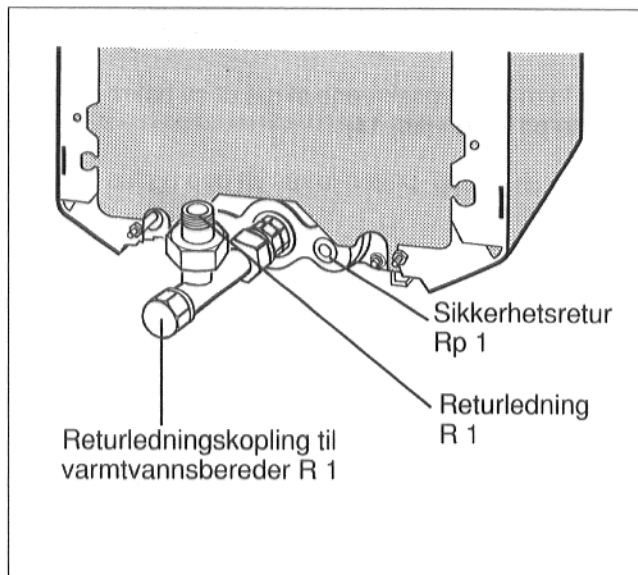
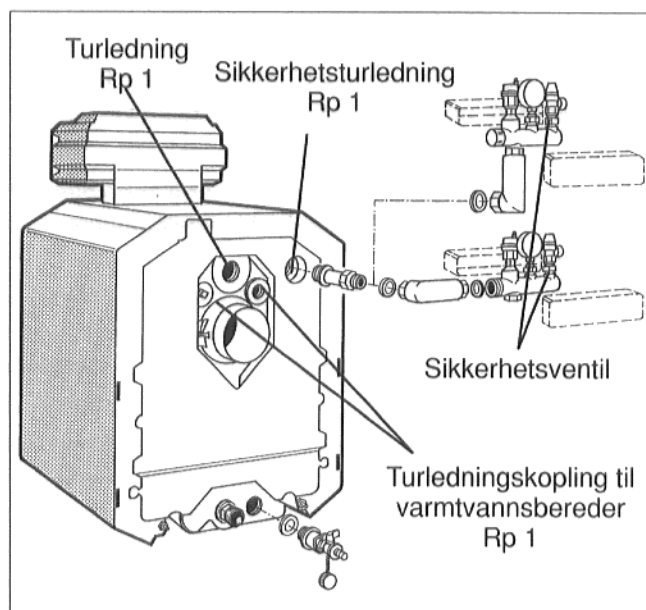

fig. 12
fig. 13
### 7.1 Returledning (fig. 12)
Turledningen (VK) koples til i midten over røkgassamleren (se også fig. 12, fig. 44 og fig. 45).
(fig. 12 og fig. 13)
Et sikkerhetssett med sikkerhetsventil, manometer og utluffer kan bestilles ekstra hos filialen (fig. 13).
### 7.4 Retur- og turledningskopleing til varmtvannsberederen (fig. 12 og fig. 13)